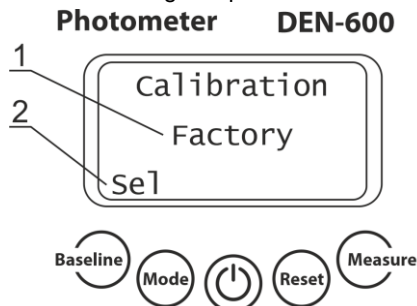

Abbildung 5. Auswahl der Benutzer- und Werkskalibrierung
- 5.7.1 **Wiederherstellung der McF-Werkskalibrierungseinstellungen** (Abbildung 5). In den Benutzerkalibrierungsmodus gelangen Sie durch 5-maliges Drücken der Taste **Baseline** im McF-Messmodus, 2-maliges Drücken der Taste **Mode**, dann Auswahl zwischen Benutzer- und Werkskalibrierungseinstellungen durch Drücken von Sel (Taste **Baseline**, Abb. 5/2), zum Verlassen des Menüs drücken Sie die Taste **Reset**.